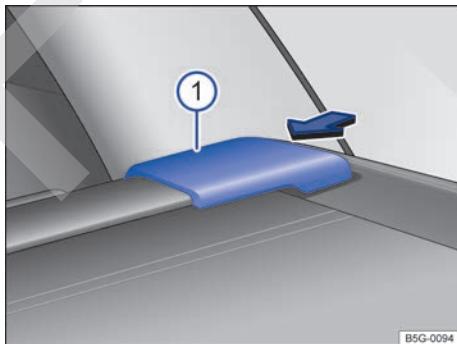

Fig. 98 En el maletero: desmontar el tapamaletero.
- Presione el soporte del tapamaaletero ⇒ fig. 98 ① en el sentido de la flecha.